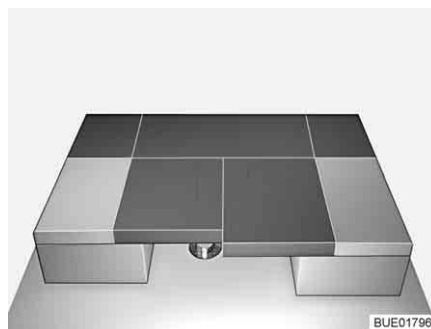

Fig. 100 Après la transformation
- Presser les deux coussins d'assise entre ceux de dossier (voir Fig. 100).